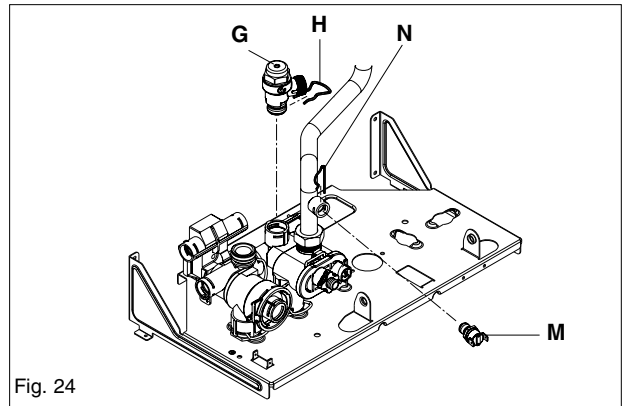

Fig. 24
6.8 WATER PRESSURE SWITCH (fig. 24)